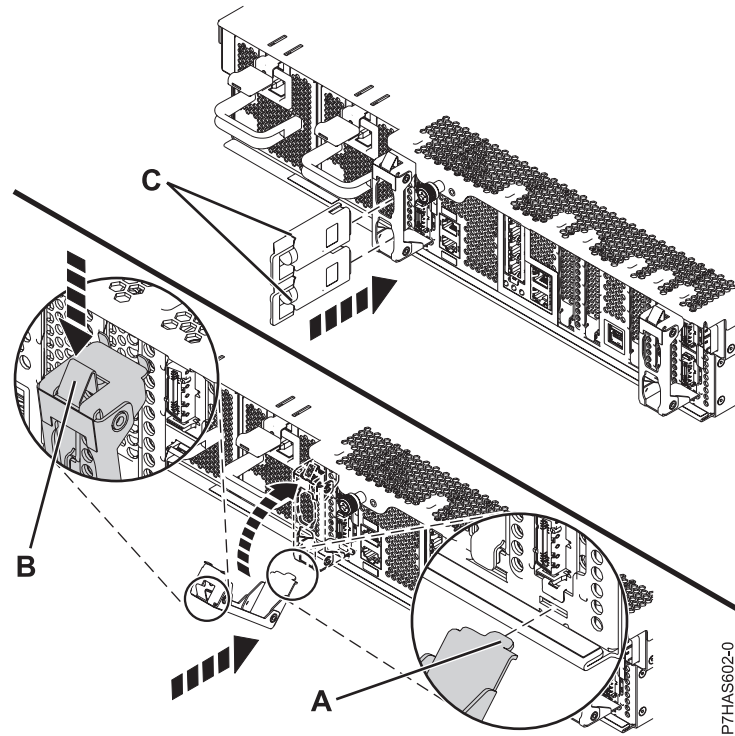

Figure 8. Installation du support de câble
8. Afin de bloquer la patte supérieure dans l'emplacement du bloc, inclinez légèrement le support de câbles (A) (voir la figure 8, à la page 11).